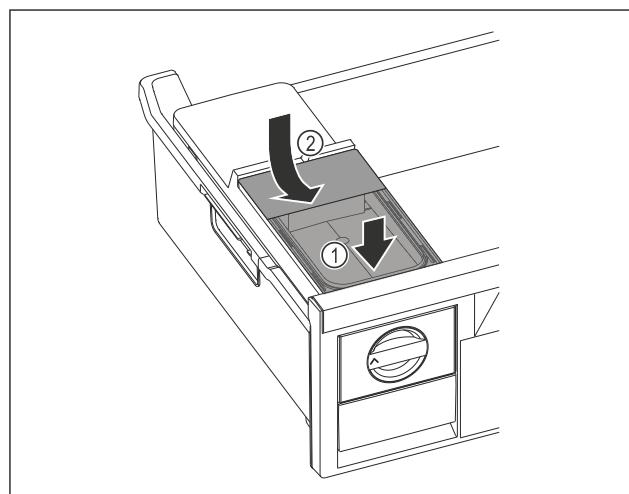

Fig. 122
- Установите бак для воды спереди. Fig. 122 (1)
- Опустить бак для воды сзади. Fig. 122 (2)